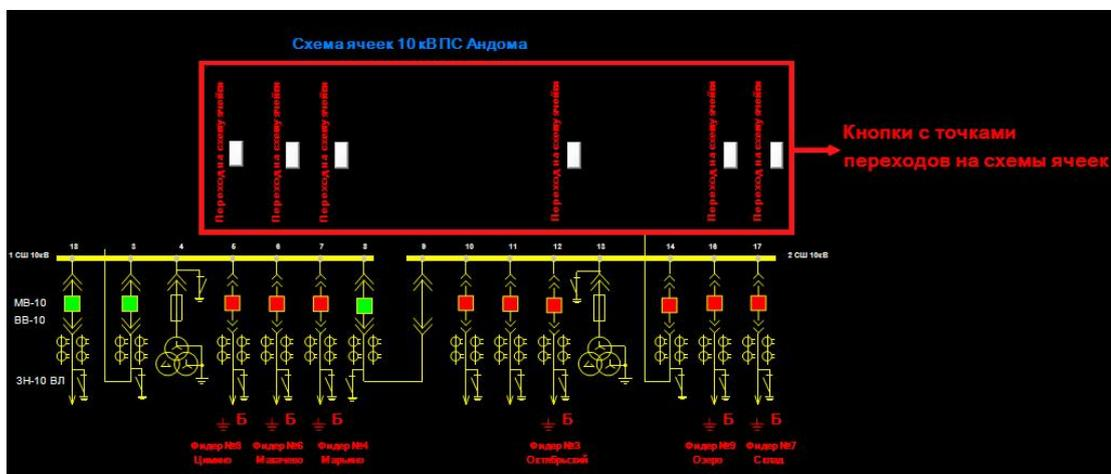

Рисунок 445 – Кнопки с переходами на другие схемы
2. На схеме «Схема ячеек 10 кВ ПС Андома» рекомендуется создать кнопки с точками переходов на схемы ячеек «Фидер №3», «Фидер №4», «Фидер №6», «Фидер №7», «Фидер №8», «Фидер №9» (рисунок 445).